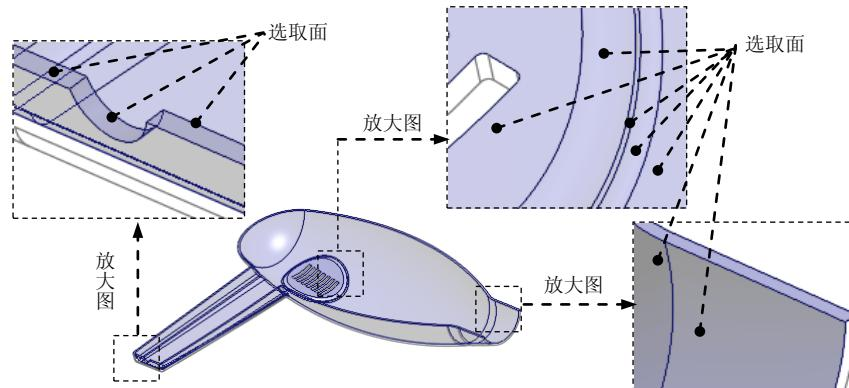

图 8.34 定义选取面
(3) 定义聚合选取。
① 在“聚合选取”菜单中选择 **Surfaces (曲面)** **Done (完成)** 命令。然后在图形区中按住 Ctrl 键选取模型的所有内表面，如图 8.34 所示的加亮曲面，在“选择”对话框中单击 **确定** 按钮，单击 **Done Refs (完成参考)** 命令。系统弹出 **FEATURE REFS (特征参考)** 菜单和“选择”对话框。